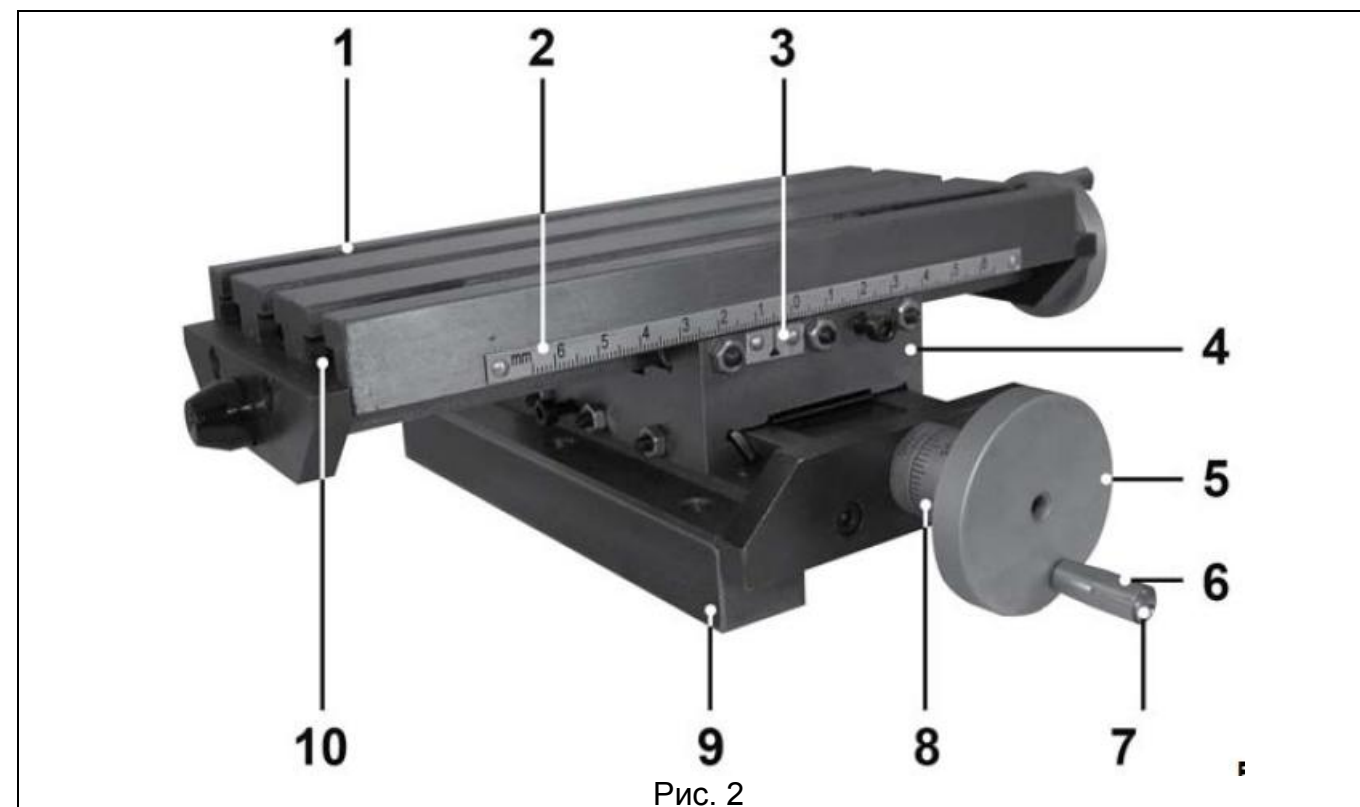

Рис. 2
7.1. Регулировка хода продольной подачи рабочего стола (Рис. 2 - 6)
7.2. Регулировка хода поперечной подачи рабочего стола (Рис. 2 - 6).
5. УСТРОЙСТВО СТОЛА КРЕСТОВИННОГО (Рис. 2, 3)
6. СБОРКА И УСТАНОВКА СТОЛА КРЕСТОВИННОГО (Рис. 2, 3)